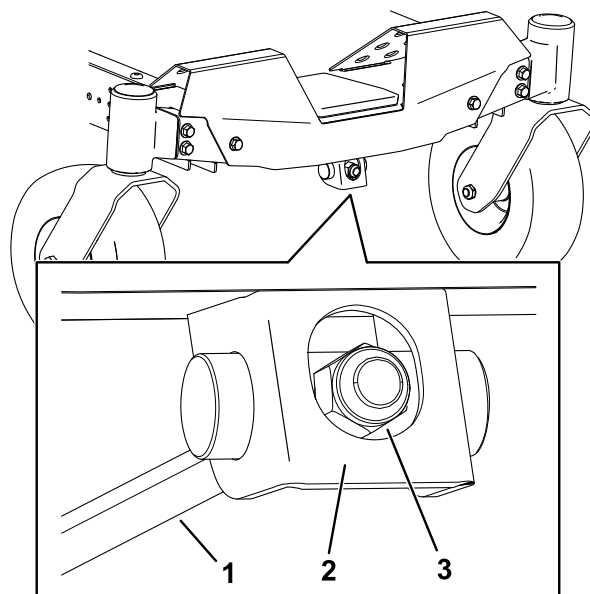

Figura 75
1. Ruotate il dado di regolazione nella parte anteriore del tosaerba (Figura 75).